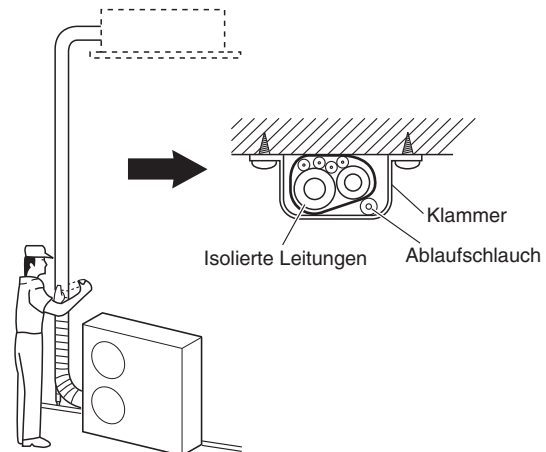

Abb. 5-9
- (1) Die Kühlmittelleitungen (und die elektrischen Kabel, falls die örtlichen Vorschriften dies erlauben) sollten mit Bewehrungsband in einem Bündel zusammengelegt werden. Um zu verhindern, dass durch Kondensationsbildung die Ablaufwanne überläuft, muss der Ablaufschlauch von der Kühlmittelleitung getrennt verlegt werden.
- (2) Das Bewehrungsband von der Unterseite des Außengeräts bis zum Ende der Leitung am Eingang zur Wand anbringen. Beim Umwickeln das Band jeweils um eine halbe Bandbreite überlappen.
- (3) Die gebündelten Leitungen an der Wand befestigen, wobei im Abstand von ungefähr einem Meter jeweils eine Halterung zu verwenden ist. (Abb. 5-9)